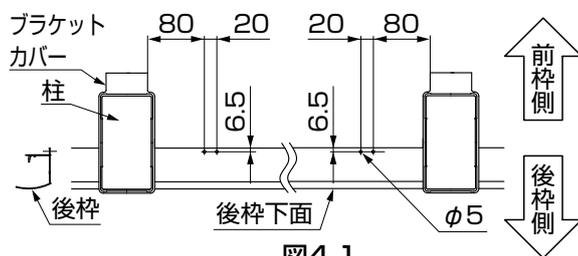

図4-1
- ①後枠下面のフィン部に $\phi 5$ の穴をあけてください。(図4-1参照)